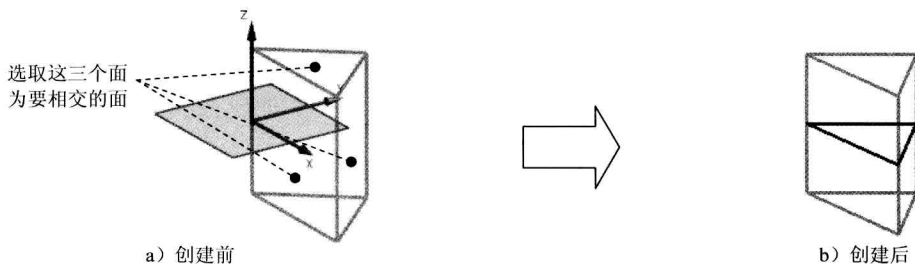

图 2.9.22 相交操作
“相交曲线”命令可以通过用户指定的面与草图基准平面相交产生一条曲线。如图 2.9.22 所示的相交操作的步骤如下。
Step 4 选取要相交的面。依次选取图 2.9.22a 所示的三个面为要相交的面，即产生图 2.9.22 所示的相交曲线链，接受系统默认的 **距离公差** 和 **角度公差** 值。